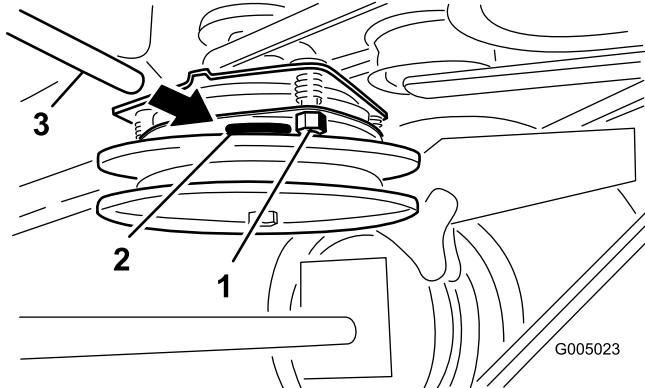

Figura 44
2. Apriete las contratuerca hasta fijar ligeramente la galga pero dejando que ésta se pueda mover con facilidad en la separación (Figura 44).